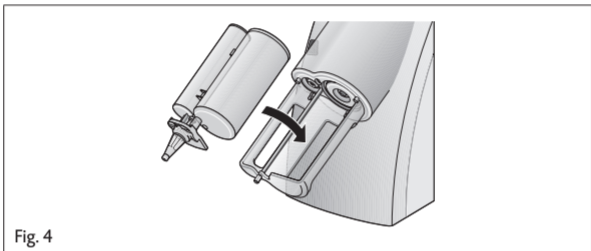

Fig. 4
4. Kartusche in den MixStar-eMotion einsetzen (Fig. 4). Ein kurzes akustisches Signal bestätigt das korrekte Einsetzen der Kartusche.